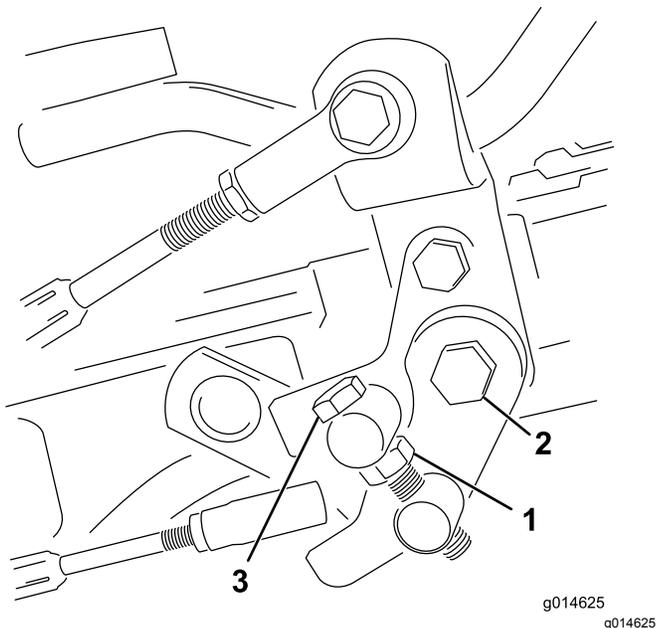

図 53
1. トラニオンボルトのジャムナットをゆるめる 図 53。
4. トラニオンボルトのジャムナット、およびペダルピボットのナットを締め付けて調整を固定する 図 53。調整を確認し、必要に応じて再調整する。